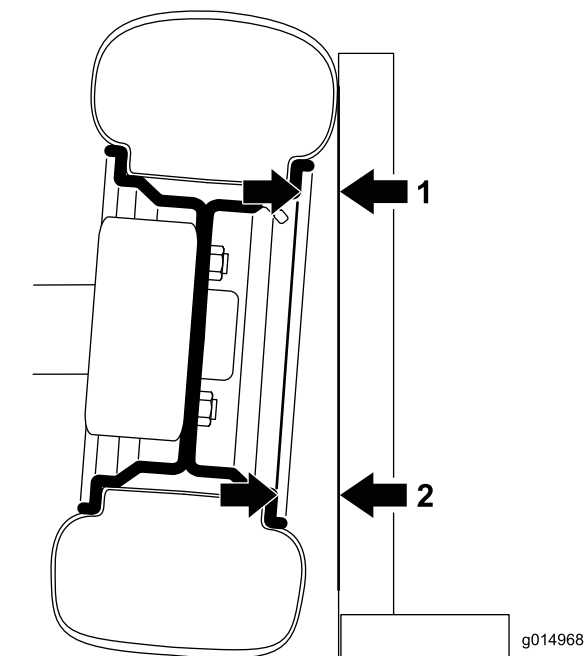

Figure 31
1. Pour vérifier le carrossage, placez une équerre à 90 degrés sur le sol, le bord vertical touchant la face du pneu (Figure 31).
2. Mesurez entre la même partie de la jante sur le haut et le bas du pneu et l'équerre (Figure 31). La distance mesurée en bas doit être supérieure de 2,3 mm à la distance mesurée en haut. Avant le réglage, terminez la mesure sur les deux pneus avant.